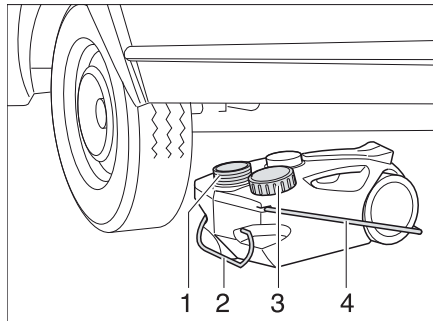

Fig. 146 Réservoir d'eaux usées, mobile
- Fermer l'ouverture du réservoir d'eaux usées (Fig. 146,1) à l'aide du couvercle (Fig. 146,3).
- Retirer le réservoir d'eaux usées par la poignée (Fig. 146,2).
- Rabattre la poignée de manutention (Fig. 146,4) vers le haut et placer le réservoir d'eaux usées.